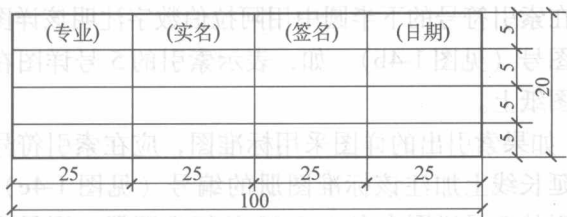

图 1-3 图签
(2) 图签。建筑工程图的左上角画有会签栏, 简称图签。图签是工程涉及到的各个专业对图纸进行审核、签字的地方。图签内由建设单位、施工单位、审查单位共同签证 (见图 1-3)。